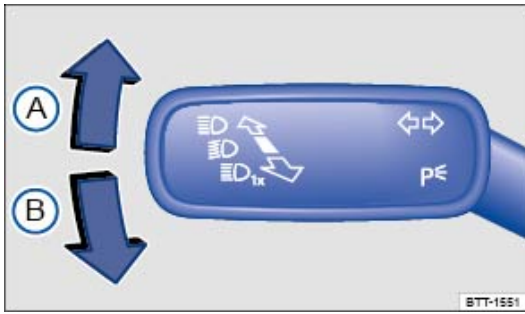

Fig. 78 À gauche sur la colonne de direction : levier des clignotants et de l'inverseur-codes
- Amenez le levier des clignotants et de l'inverseur-codes ⇒ Fig. 78 dans la position suivante depuis la position médiane :